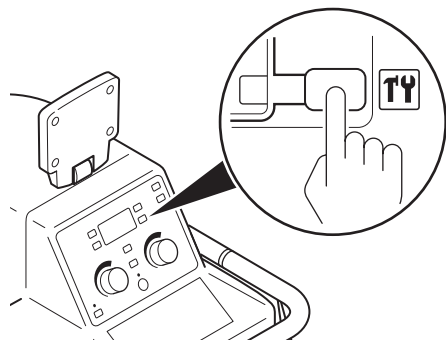

Figure 4 – Accès à la configuration du système
3. Depuis le panneau de commande, appuyer sur le bouton et le maintenir enfoncé jusqu'à ce que l'écran CONF. SYST. s'affiche (Figure 4).